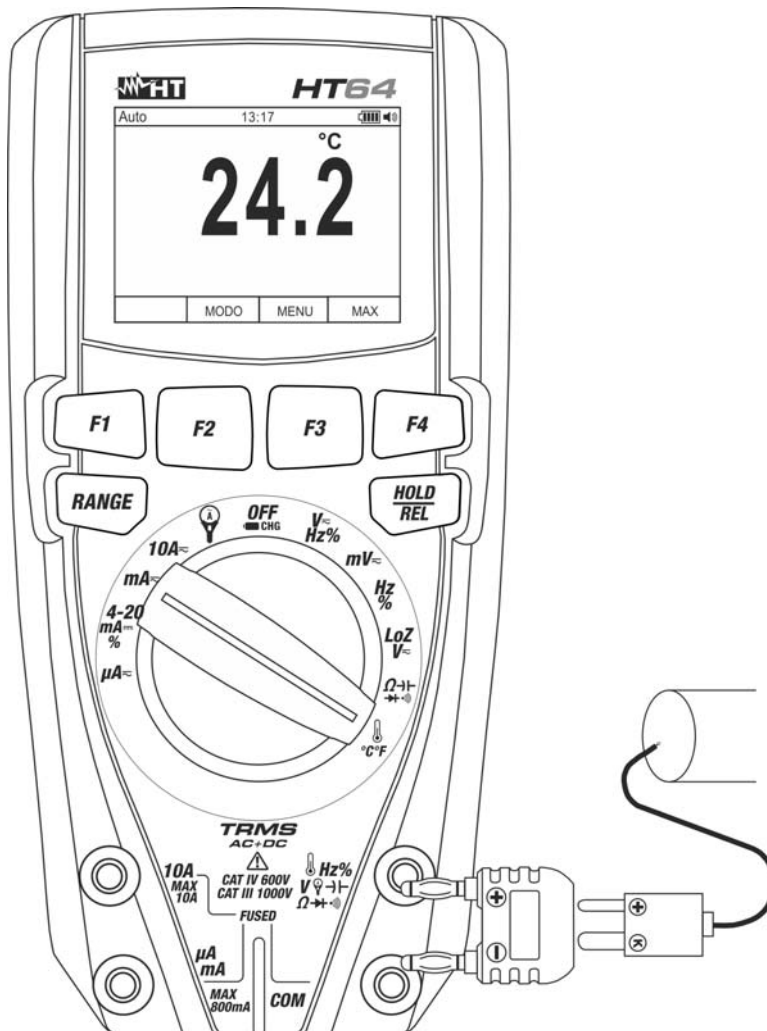

Fig. 29: Uso dello strumento per misura di Temperatura
3. Inserire l'adattatore in dotazione nei terminali di ingresso  Hz%     (polarità +) e **COM** (polarità -) (vedere Fig. 29)